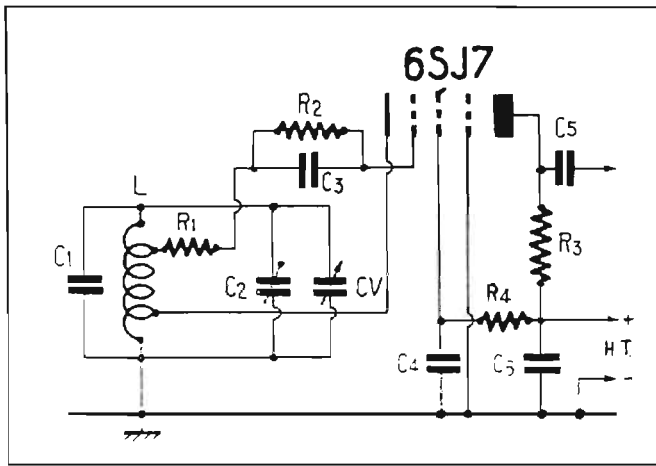

Fig. 4. — Schéma de principe de l'oscillateur variable (E.C.O.)
Cet étage oscillateur est monté en ECO (*Electron Coupled Oscillator*), montage choisi pour sa très grande stabilité. Le tube utilisé est un VT-116-B (6SJ7Y) (schéma figure 4) (2).